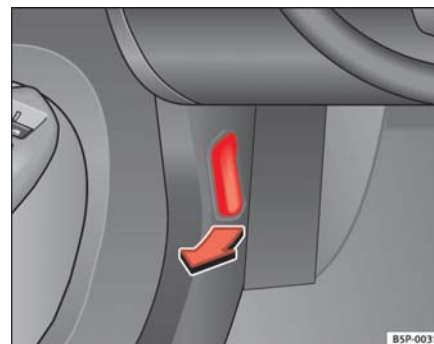

Fig. 134 Detalle de la zona reposapiés del lado del conductor: palanca para el desbloqueo del capó del motor.
- Tire de la palanca que se encuentra bajo el tablero de instrumentos ⇒ página 206, fig. 134 en el sentido que indica la flecha. El capó queda desbloqueado por la acción resorte del muelle ⇒ .